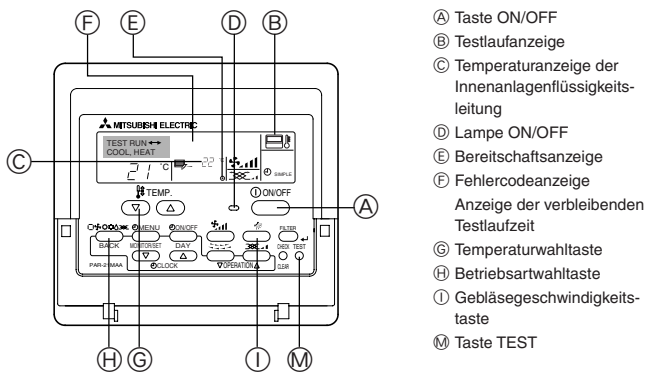

Fig. 7-1
7.2.1. Verwendung der verdrahteten Fernbedienung (Fig. 7-1)
- ① Den Strom mindestens 12 Stunden vor dem Testlauf einschalten.
- ② Die [TEST]-Taste zweimal drücken. ⇒ "TEST RUN"-Flüssigkristallanzeige (LCD)
- ③ Taste [Mode selection] (Wahl der Betriebsart) drücken. ⇒ Vergewissern, daß Luft ausgeblasen wird.
- ④ Taste [Mode selection] (Wahl der Betriebsart) drücken und die Betriebsart Kühlen (oder Heizen) einschalten. ⇒ Vergewissern, daß kalte (oder warme) Luft ausgeblasen wird.
- ⑤ Die Taste [Fan speed] (Luftgeschwindigkeit) drücken. ⇒ Vergewissern, daß die Luftgeschwindigkeit eingeschaltet ist.
- ⑥ Den Betrieb des Gebläses der Außenanlage überprüfen.
- ⑦ Durch Drücken der Taste [ON/OFF] den Testlauf freigeben. ⇒ Stopp
- ⑧ Speichern Sie eine Telefonnummer ein.